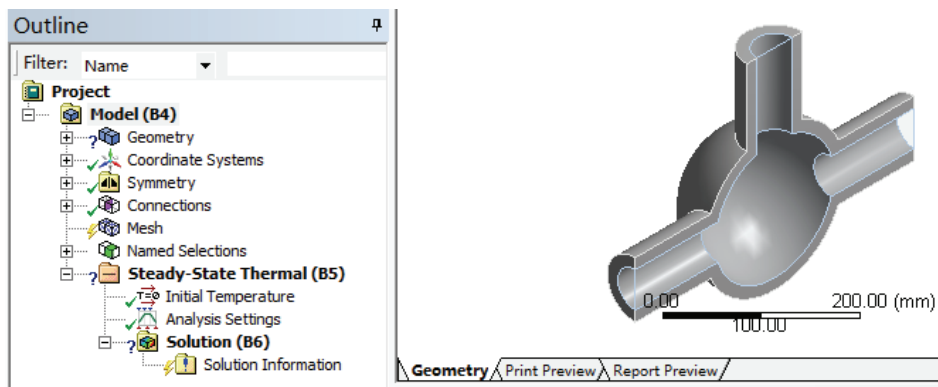

图 24-27 分析项目树结构图
1) 双击主界面项目管理区项目 B 中的 B3 栏 Model 项, 进入 Mechanical 界面, 得到分析项目树结构图如图 24-27 所示, 在该界面下即可进行网格的划分、分析设置、结果查看等操作。